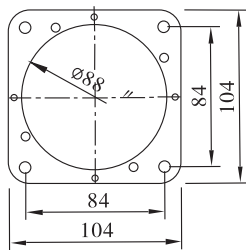

图5 安装盘尺寸
- c. 钻 $\Phi 8$ 塑料胀管安装孔。参见图5安装盘尺寸。